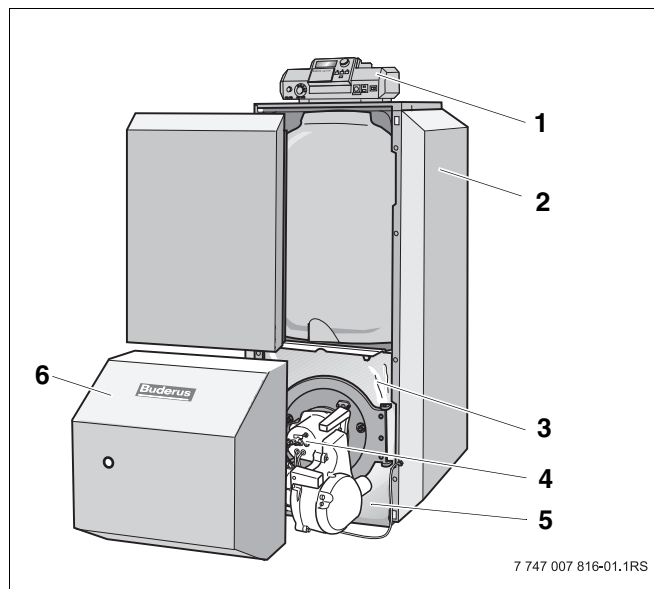

fig. 1 Caldeira de aquecimento S125 ECO T BE com acumulador de água quente
1. Caldeira de aquecimento com acumulador de água quente integrado S125 ECO T - BE (→ fig. 1)